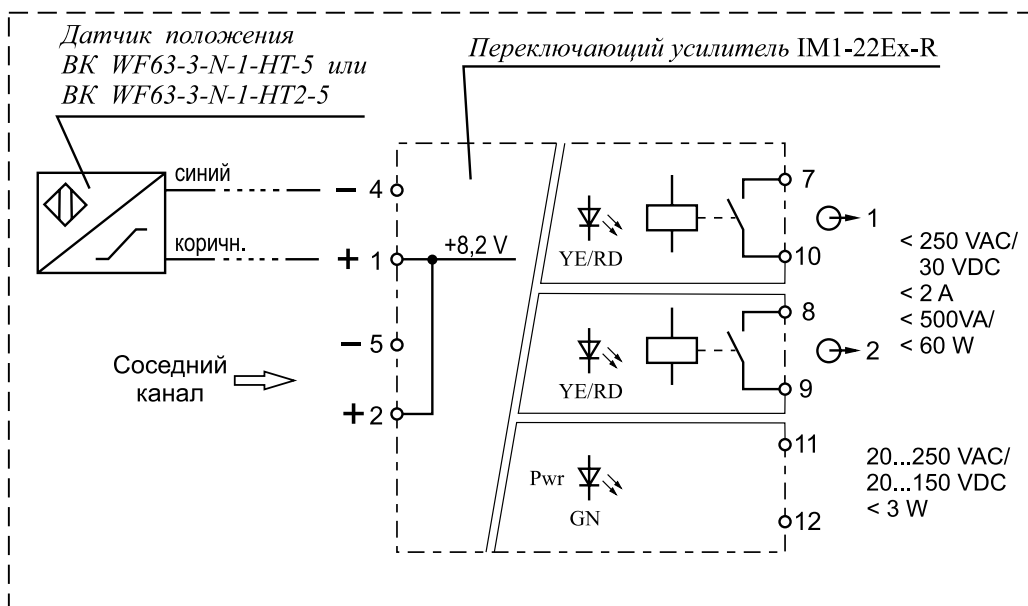

Рис. 8-3
18. Электрический монтаж датчика положения для клапанов во взрывозащищенном исполнении производите в соответствии со схемой рис. 8-3. Датчик положения имеет специальный уровень взрывозащиты (маркировка 1Exia ma IIC T4 Gb X). Длина кабеля, поставляемого с датчиком составляет 5 м. Возможно комплектование датчиком положения с длиной кабеля 20 м (длина кабеля датчика положения во взрывозащищенном исполнении должна быть указана в заказе).
В комплекте с клапаном во взрывозащищенном исполнении с датчиком положения поставляется переключающий усилитель IM1-22Ex-R производства фирмы “Turck” (Германия). Схема подключения переключающего усилителя к датчику положения во взрывозащищенном исполнении приведена на рис. 8-3.
Переключающий усилитель IM1-22Ex-R является двухканальным устройством. В случае выхода из строя одного из каналов переключающего усилителя произведите переподключение датчика положения на другой (соседний) канал. Съём сигнала с усилителя производите с выхода соседнего канала (см. рис. 8-3 и руководство по эксплуатации на переключающий усилитель).